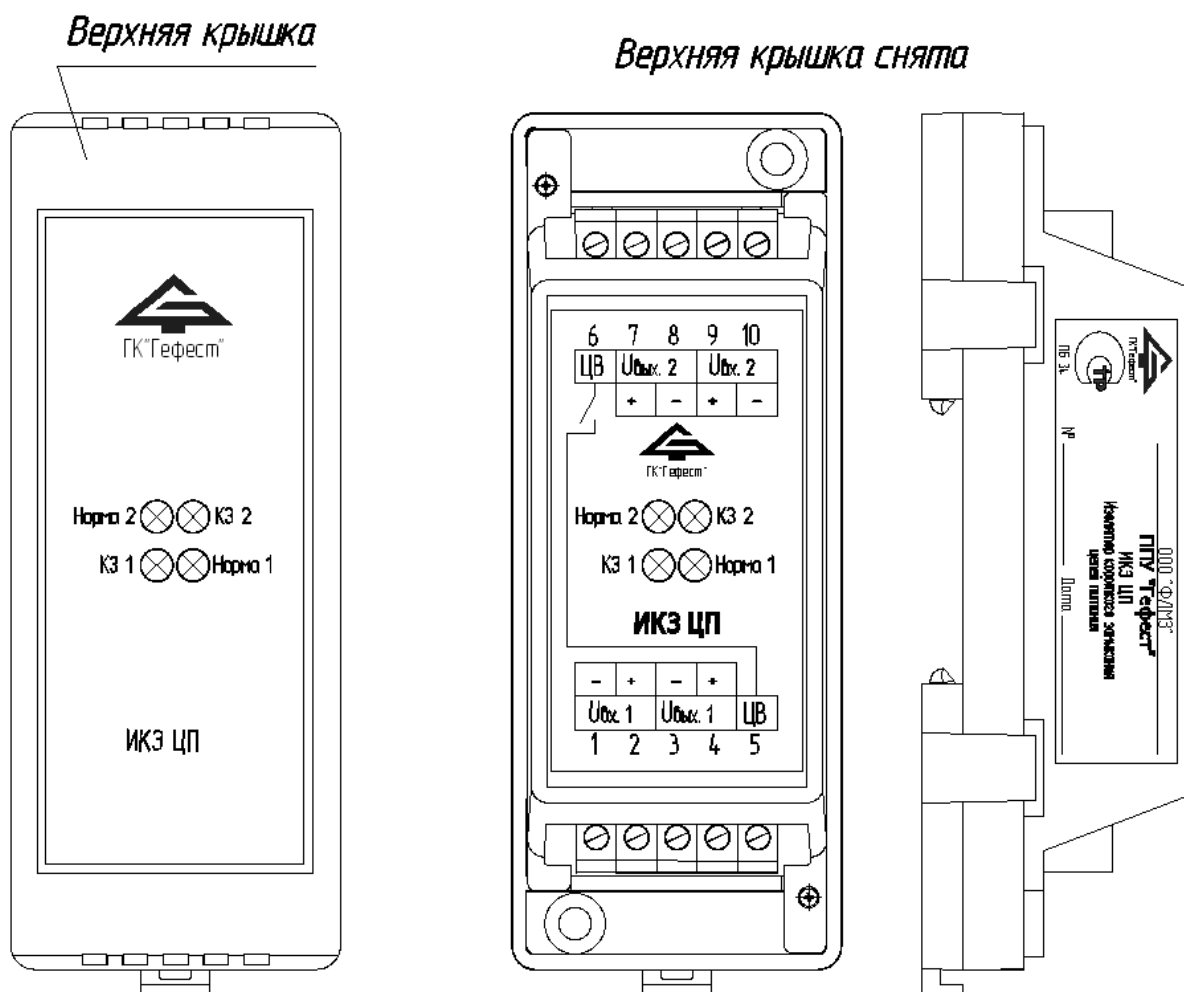

Рис.1
4.1 Внешний вид ИКЗЦП представлен на рис. 1.